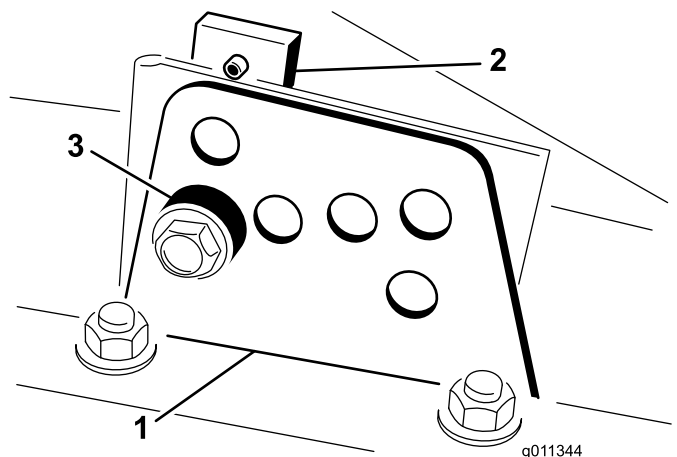

Figure 24
2. Desserrez le boulon qui fixe le support de hauteur de coupe à la plaque de hauteur de coupe (à l'avant et de chaque côté), comme montré à la Figure 24.
4. Tout en soutenant la chambre, déposez l'entretoise (Figure 24).